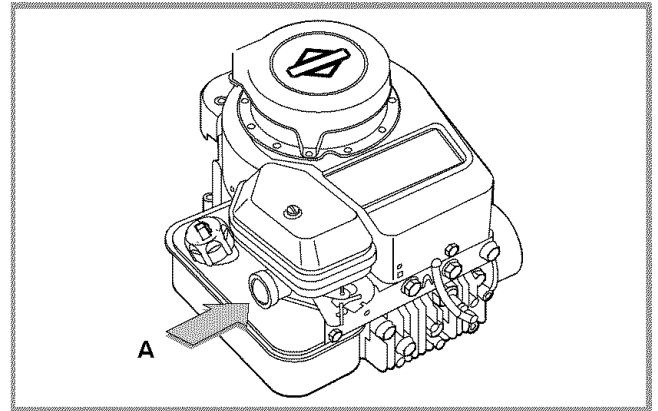

Figura 9: Botón cebador
- 2 Presione el botón cebador (A) tres veces. Espere aproximadamente dos segundos cada vez que presione el botón. Ver Figura 9.